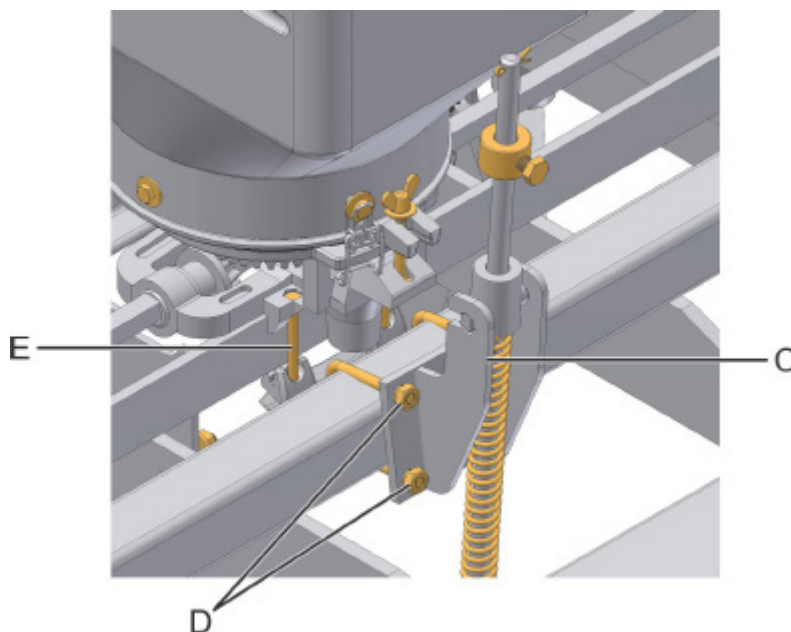

fig. 06
- 5- Afloje el articulador de las varillas (C) (fig. 06), aflojando las tuercas fijadoras de las abrazaderas (D). Alinee las varillas con la línea surcadora. Fije el articulador de las varillas y el conjunto línea surcadora,
- 7- Afloje las tuercas de los fijadores de los depósitos de semillas (E) (fig. 06), y haga el alineado de los mismos con relación a las líneas surcadoras.